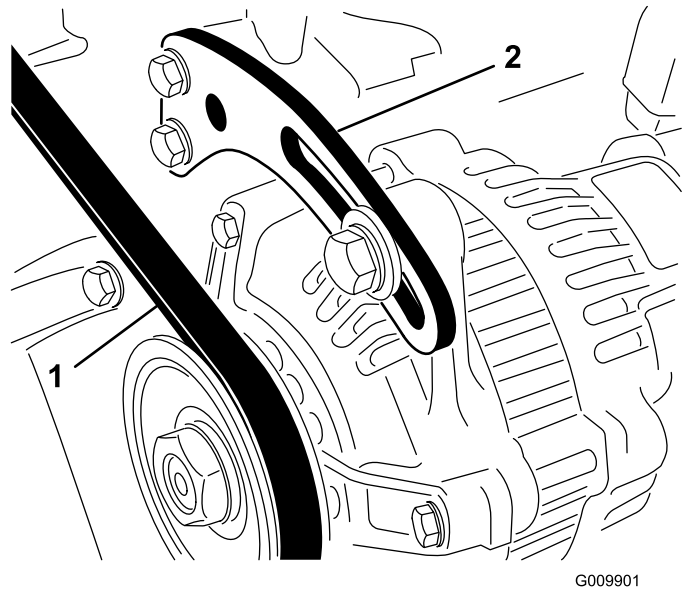

Figura 56
1. Afloje los pernos de montaje del alternador. (Figura 56).